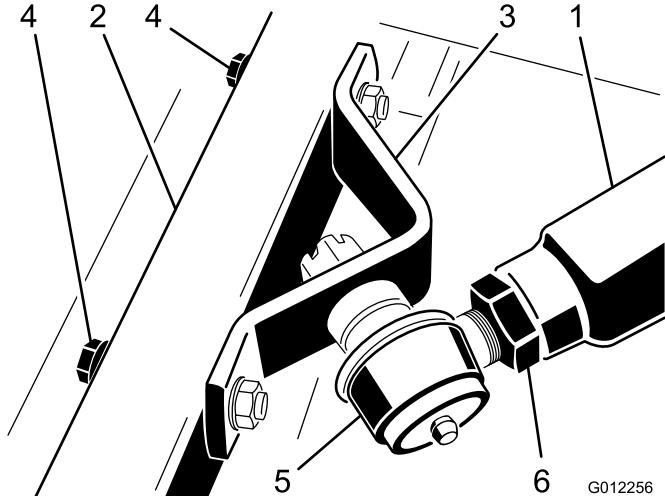

Figura 20
5. Peça ajuda a uma pessoa para pressionar o braço direito enquanto remove os parafusos, anilhas chatas e porcas de bloqueio que prendem a rótula esférica ao braço da roda giratória da unidade de corte (Figura 20). O ajudante pode agora, cuidadosamente, permitir o movimento ascendente do braço, que gradualmente libertará os 45 kg de força da mola.
- Peça a outra pessoa que pressione o braço direito para baixo até que os furos da rótula esférica fiquem alinhados com os furos do braço da roda giratória (Figura 20).